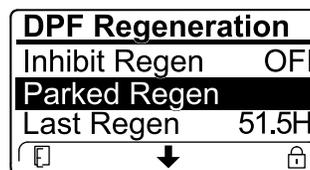

Рисунок 77
- Если компьютер двигателя запрашивает или выполняет восстановительную регенерацию, а вы перейдете вниз к опции PARKED REGEN (СТАЦИОНАРНАЯ РЕГЕНЕРАЦИЯ), стационарная регенерация будет заблокирована и в нижнем правом углу дисплея инфо-центра появится значок «Замок» (Рисунок 77).